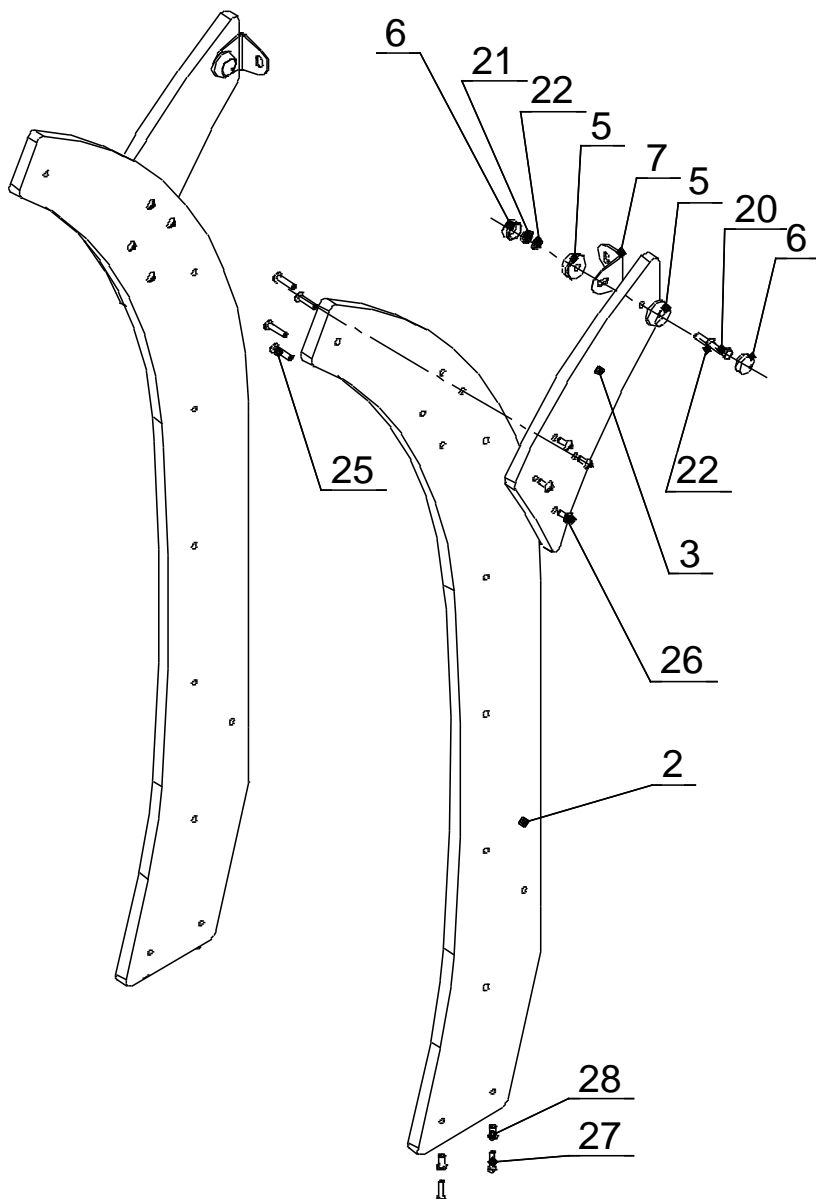

Рис. 2.
10.5.1 Собрать две стойки по схеме (Рис. 2)